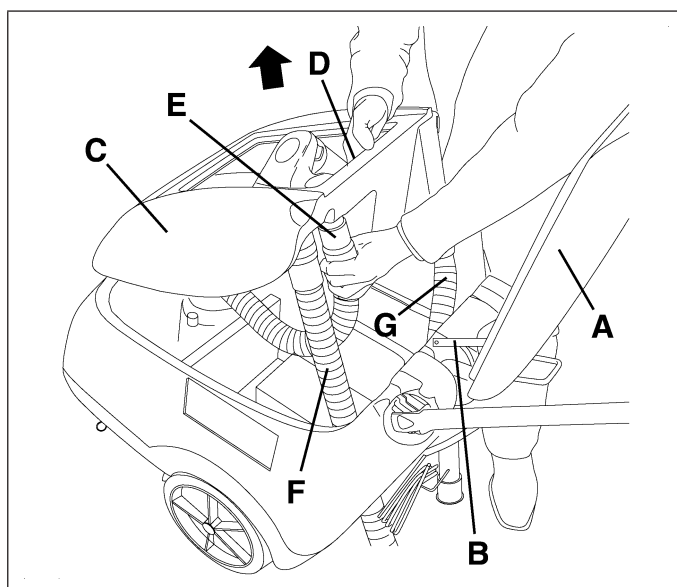

Figure 9
7. Abrir la tapa (A, Fig. 9) e insertar el soporte (B) de la tapa.
8. Empujar el depósito del agua de recuperación (C, Fig. 9) en el área (D) y levantarlo ligeramente como muestra la figura. Desconectar el tubo de aspiración (E) del depósito, luego quitar el depósito (C) con los tubos (F) y (G).